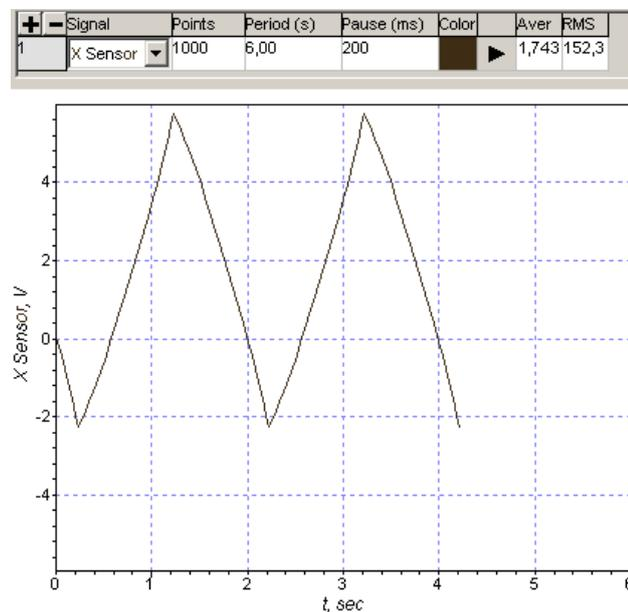

Рис. 2-15. Проверка настройки X-датчика. Требуется калибровка датчика
- Если амплитуда сигнала меньше 9 В (Рис. 2-15), необходимо провести процедуры подстройки и калибровки X-датчика (см. п. 2.4.3 на стр. 204).